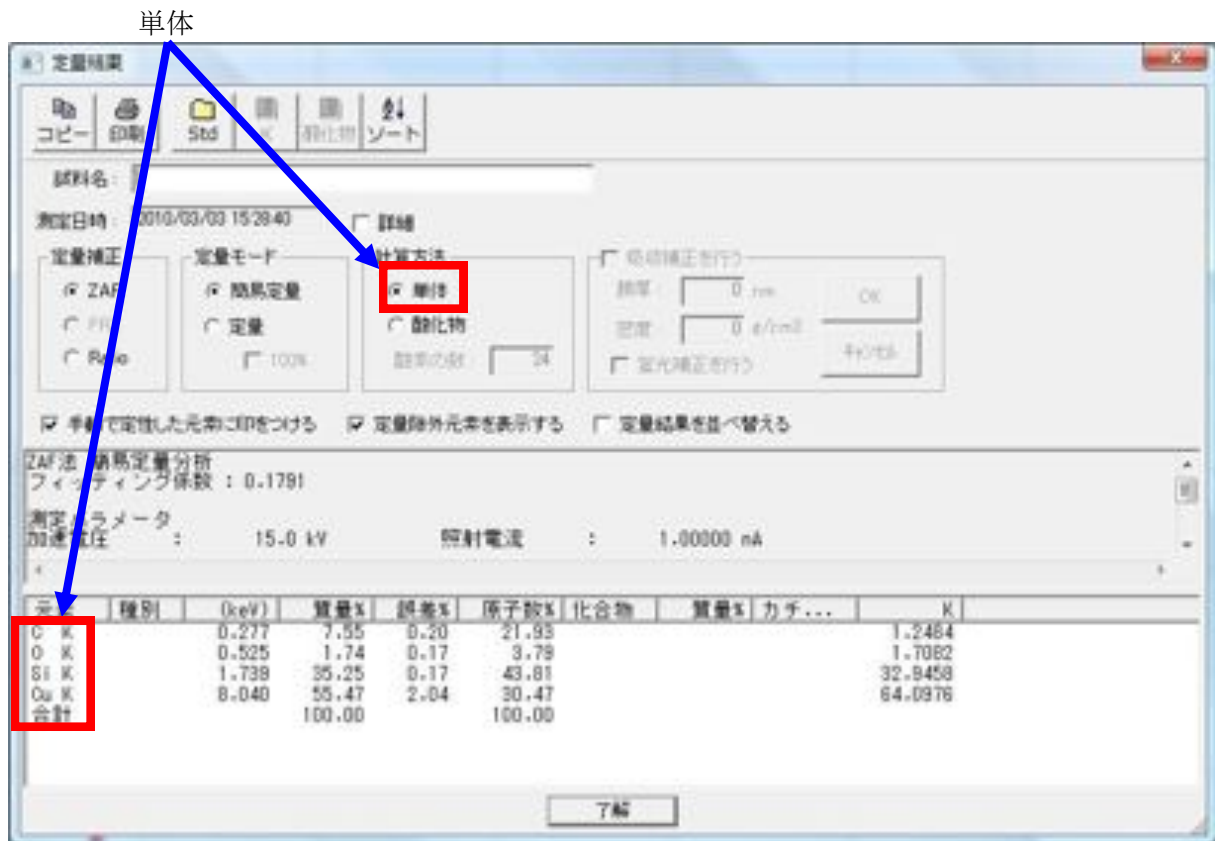
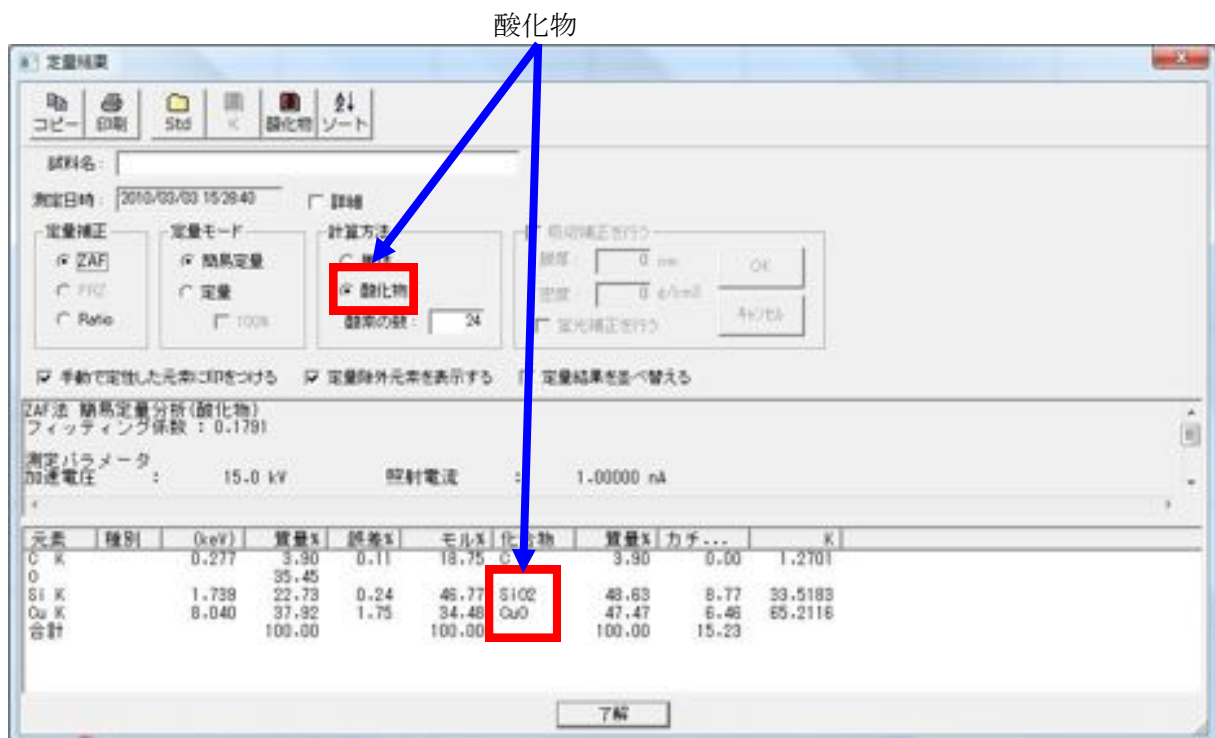

図18 定量結果(単体)
図19 定量結果(酸化物)
4. 定量ボタンをクリックすると周期表でピンクにした元素を100%にノーマライズした定量結果が表示される。計算方法は単体と酸化物の二種類がある(図18、図19)。